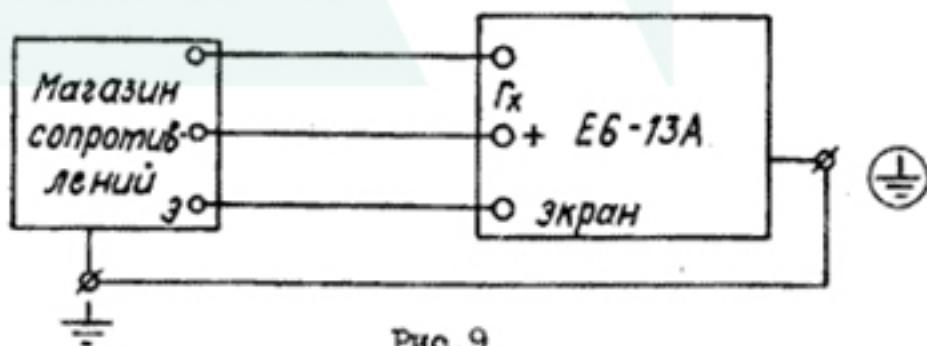

Рис.9
12.4.3.1. Определение основной погрешности произведите на поддиапазонах 10^3 , $3 \cdot 10^3$, $3 \cdot 10^6$ и 10^7 Ом на всех числовых отметках шкал. На остальных поддиапазонах погрешность определите на конечных числовых отметках шкал, а также на поддиапазонах, где определены наибольшая и наименьшая погрешности (наибольшая положительная и отрицательная погрешности), путем сравнения показаний испытуемого прибора со значением образцовой меры по схеме соединений, приведенной на рис. 9.